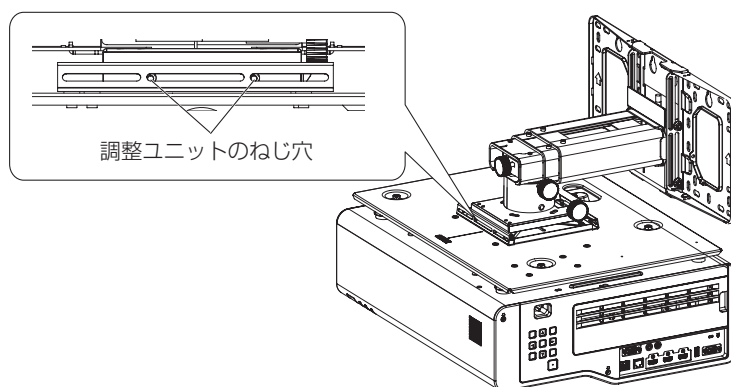

図 3
- 調整ユニットの 2 つのねじ穴が、連結プレートの長穴の左端に位置するように、取付用ベース金具セットの位置を調整する (図 3)